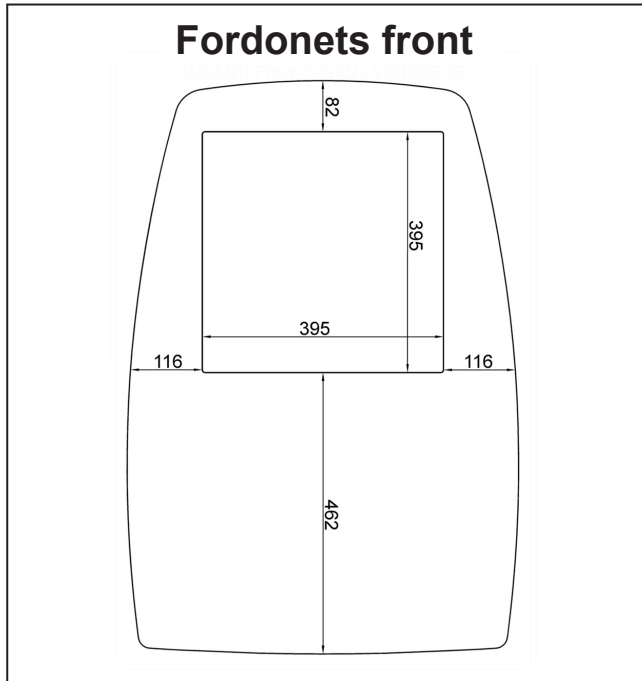
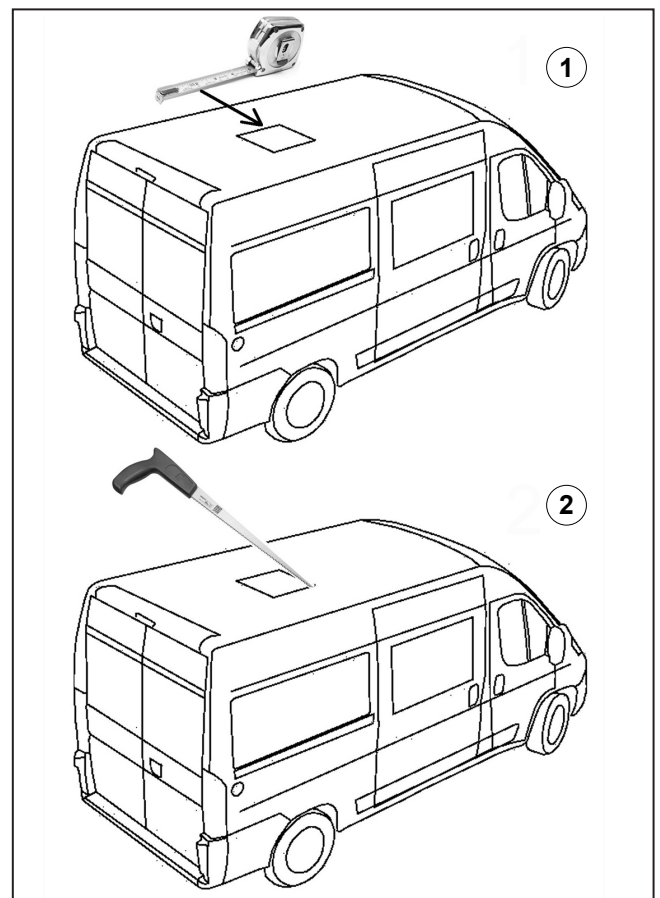

Fig. 3
Fig. 5
Denna lösning är genomförbar under förutsättning att luckans hål har måtten 395 x 395 mm ("Fig. 3").
Välj ett område mitt på taket mellan två balkar. Rita ut en fyrkant där varje sida är 395 mm med en tuschpenna ("Fig. 3") och ("Fig. 5" ref. 1).
Öppningens mått 395 x 395 mm som återges på pappmallen ("Fig. 3") är endast vägledande. Mät hålets faktiska mått med en tumstock innan du börjar såga i taket.
Såga ut öppningen i taket. Var försiktig så att du inte kappar av några elkablar ("Fig. 5" ref. 2).